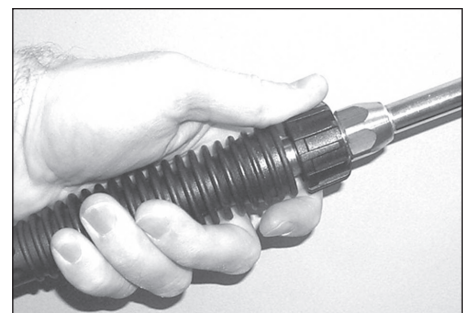

Figure 11 - Fixer la lance au pistolet
4. Fixer la lance au pistolet (Voir Figure 11).